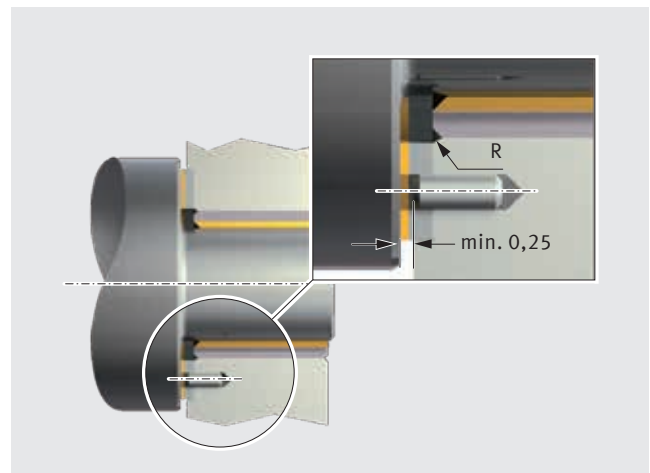

Abb. 42: Befestigen einer Anlaufscheibe PAW in einer Ausnehmung im Gehäuse
- konzentrischer Sitz wird durch Ausnehmung im Gehäuse gesichert (Abb. 42)
- unerwünschtes Mitdrehen wird mittels Passstift oder Senkschraube verhindert (Abb. 42 und 43)
- Schraubenkopf oder Passstift muss gegenüber der Lauffläche um min. 0,25 mm zurückgesetzt sein (Abb. 42 und 43).